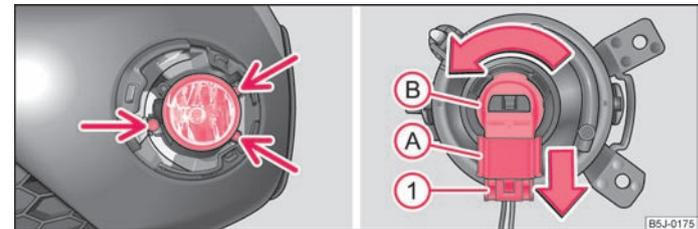

Abb. 158 Vorderer Stoßfänger: Nebelscheinwerfer / Lampenwechsel
- Drehen Sie mit Hilfe des Schraubenziehers aus dem Bordwerkzeug ¹⁾ die Schrauben heraus ⇒ **Abb. 158** - links.
- Drücken Sie die Sicherung **1** ⇒ **Abb. 158** des Steckers **A** und nehmen Sie den Stecker aus der Fassung **B** heraus.